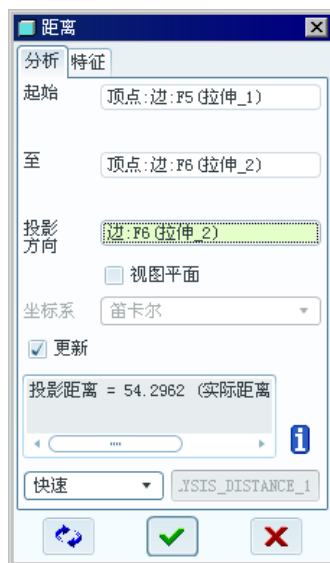

图 8.1.11 “距离”对话框
Step11. 测量点与点间的投影距离（投影参照为直线），在图 8.1.11 所示的“距离”对话框中打开[分析]选项卡，进行下列操作：
(4) 在图 8.1.11 所示的[分析]选项卡的结果区域中，可查看测量的结果。